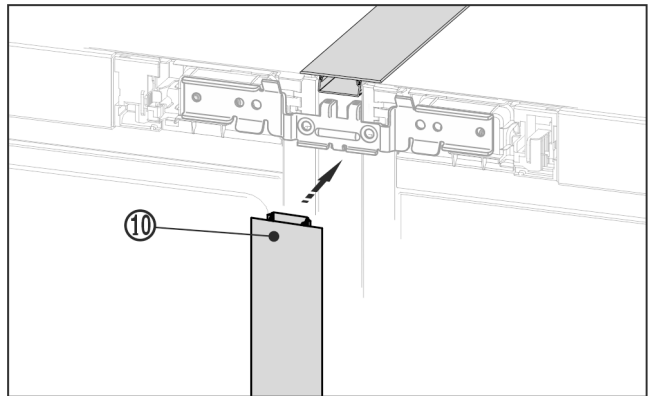

Fig. 23
- ▶ Priekinėje pusėje įsprauskite ilgą dengiamąją plokštelę Fig. 23 (10) į vertikalųjį plyšį. Žiūrėkite, kad plokštelė remtųsi į jungiamąjį skydelį.